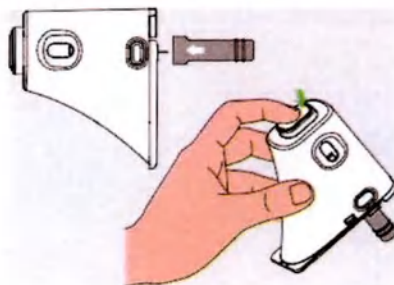

Рисунок 58
6. Если игла остается в устройстве для установки, поместите защитную втулку обратно на втулку иглы. Сильно надавите на верхнюю часть вставного устройства, чтобы извлечь втулку иглы (рис. 58) и утилизируйте ее надлежащим образом.